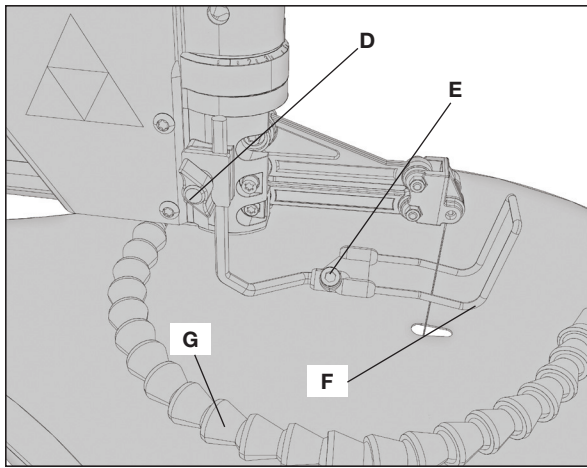

FIG. 9
El sujetador de material (F) Fig. 9 debe hacer contacto con la pieza de trabajo. Para ajustar el sujetador de material, afloje la mariposa (D) Fig. 9 y mueva la varilla hacia arriba o hacia abajo.
El sujetador de material debe inclinarse cuando la mesa esté inclinada. Para inclinar el sujetador afloje el tornillo hexagonal (E) Fig. 9 e incline el primero hasta que quede paralelo a la mesa. Apriete el sujetador antes de cortar.
Su sierra caladora cuenta con una manguera de aire ajustable (G) Fig. 9 que le permite conservar su área de trabajo libre de polvo y desechos. Asegúrese de colocar la manguera correctamente: debe alejar al polvo del operador.